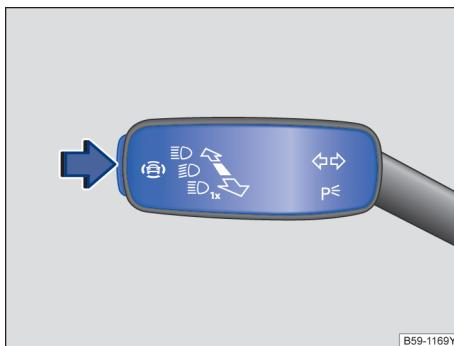
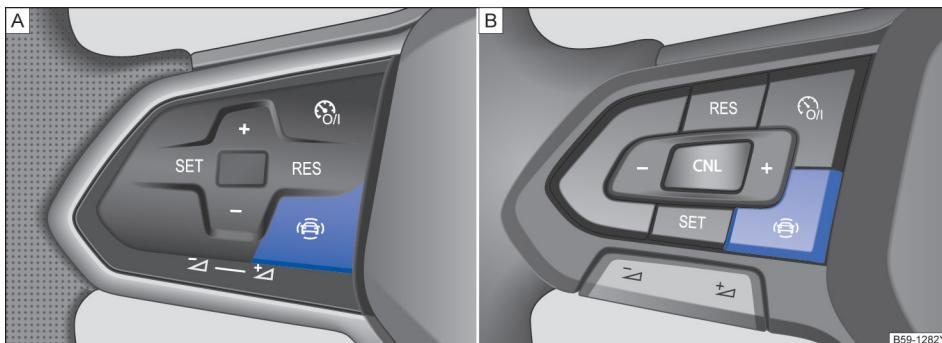

图 21 转向信号灯/远光操纵杆：驾驶辅助系统操作按钮
图 22 多功能方向盘上：驾驶辅助系统操作按钮
- 按图示箭头方向→ 图 21 按压按钮或按压按钮→ 图 22 打开驾驶辅助系统菜单。